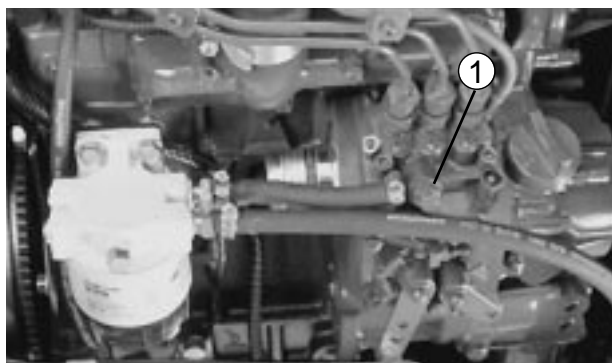

図 40
燃料システムのエア抜き（図40）
3. 燃料噴射ポンプについているエア抜きネジをゆるめる（図40）